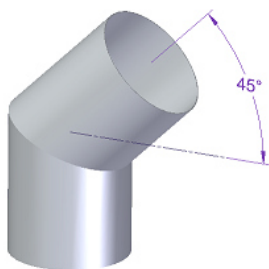
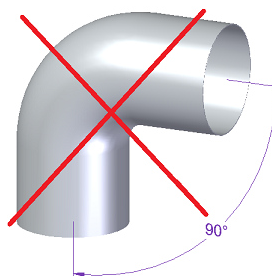

Figura 29 - Inclinação correta para as curvas
Figura 30 - Inclinação incorreta para as curvas
* Nas condições nominais de operação, a tiragem dos gases de combustão deve originar uma depressão de 12 Pa um metro acima do gargalo da chaminé. Para conseguir uma boa instalação deverão ser aplicados, verticalmente, pelo menos 2 metros de tubo metálico de chaminé com o mesmo diâmetro da saída de fumos da salamandra. No seguimento desse troço é admissível a utilização de elementos de tubagem com a inclinação máxima de 45°. As Figura 29 e Figura 30 mostram a inclinação correta e incorreta no caso de necessitar instalar uma curva, respetivamente.